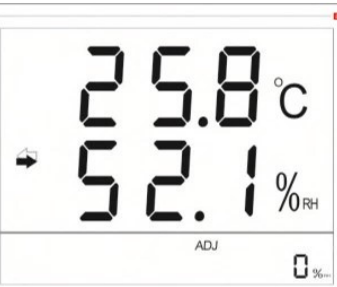

图6
- (6) 湿度偏移量设置:短按菜单键切换菜单,直到横线下方显示ADJ且数字后单位为 $\% \text{RH}$ 时即进入湿度偏移量设置界面(图6所示),通过上/下调键调节湿度偏移量到期望值后,短按确认键,且显示后即可保存并使之生效。